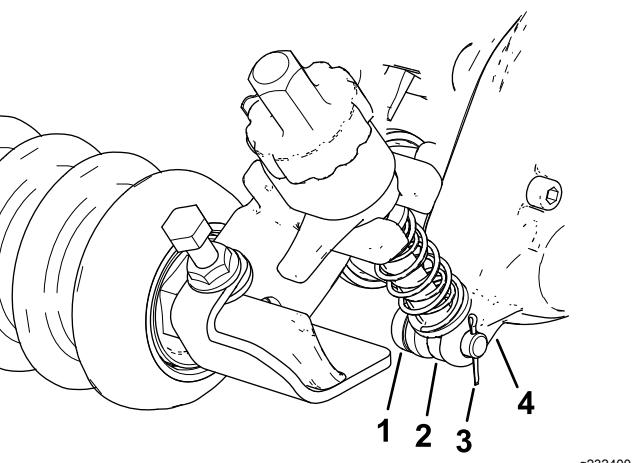

Figura 11
2. Sul lato della scatola della trasmissione del groomer, fate scorrere l'asta del braccio di regolazione della staffa dell'altezza di taglio nella fessura della scatola della trasmissione del groomer e fissatela con un perno di regolazione e una coppiglia, come illustrato nella Figura 11.